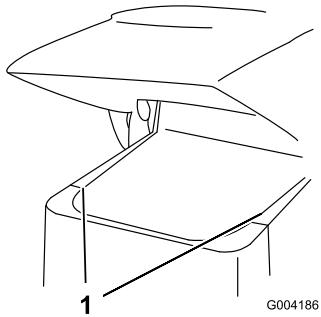

Figura 26
2. Fate scorrere le griglie laterali (Figura 26) verso l'alto e al di fuori delle fessure nella griglia e nel telaio anteriores.